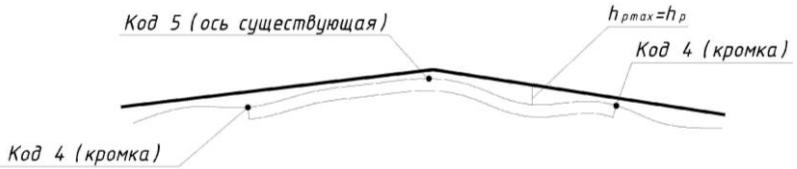

Рис.5. Схема усиления существующего покрытия
*Усиление не более* – все рабочие отметки в пределах существующего покрытия на конкретном поперечнике не должны быть *БОЛЕЕ* предельной толщины (рис. 5).